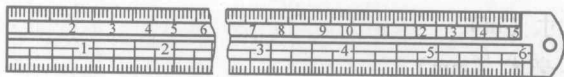

图 1-22 钢直尺
(1) 钢直尺 是一种最简单的长度测量工具，一般用不锈钢片制成，可用于直接测量工件的尺寸，如图1-22所示。